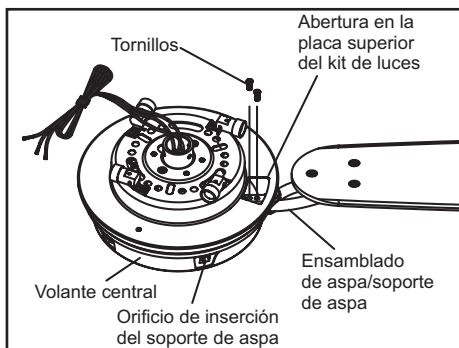

Figura 6
3. Gira el volante central hasta que a través de la abertura de la placa superior del kit de luces puedas ver los orificios de tornillos del soporte del aspa en el volante (Figura 6).
4. Inserta el aspa y su soporte por el orificio al costado del volante central, alinea los dos orificios de tornillo en el soporte con los del volante central y asegura con los tornillos y arandelas de seguridad provistos (Figura 6).